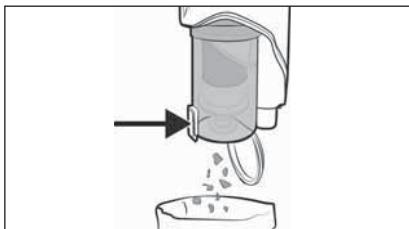

Fig. 21
- Vacíe el depósito de suciedad ⑦ y límpie el filtro de acero inoxidable ⑥ y el filtro EPA ⑤ en cuanto el nivel de llenado del depósito de suciedad ⑦ alcance la marca MAX.
- Sostenga el depósito de suciedad 7 sobre el cubo de la basura y pulse el botón de desencastré de la tapa del depósito de suciedad 8. Tras esto, se abre la tapa del depósito de suciedad 9 y el contenido cae al cubo de la basura (consulte la fig. 21). A continuación, cierre la tapa del depósito de suciedad 9.